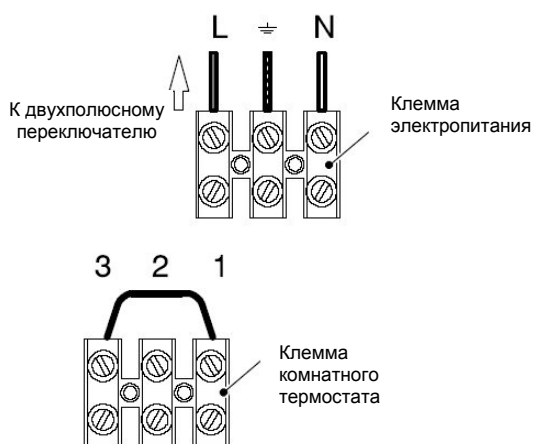

Рис. 5.7.
1. Подсоедините кабель электропитания от автоматического двухполюсного выключателя к клеммам электропитания котла рис.5.7., соблюдая следующий порядок: фазный провод к «фазному» зажиму L, куда подключен коричневый провод, а провод нейтрали к «нейтральному» зажиму N, куда подключен синий провод от котла .
Для подсоединения комнатного термостата используйте колодку комнатного термостата котла (рис. 5.7).